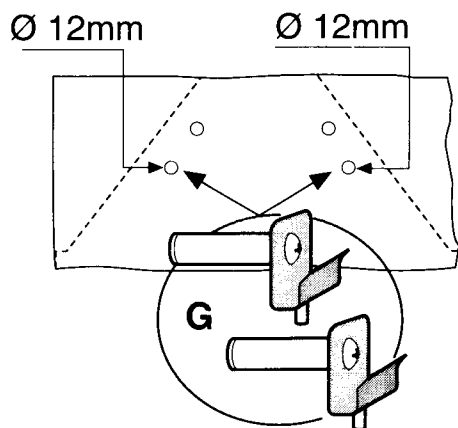
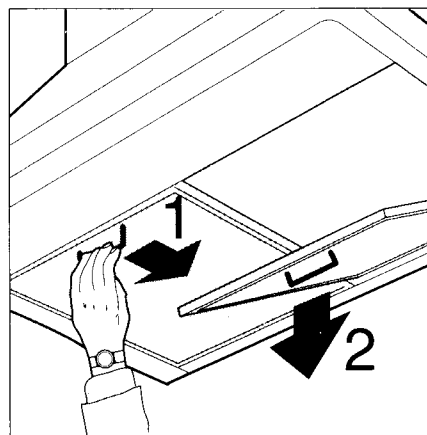

Рис. 5
Рис. 15
- Приложите следующий вместе с вытяжным вентилятором шаблон к стене, как показано на рис. 5, и просверлите два отверстия диаметром 12 мм.
- Закрепите два крючка (G) в нижних отверстиях, как показано на рисунке.
- Снимите жировые фильтры (рис. 15).
- Прикрепите корпус к крючкам и выровняйте уровень с помощью винтов (F).